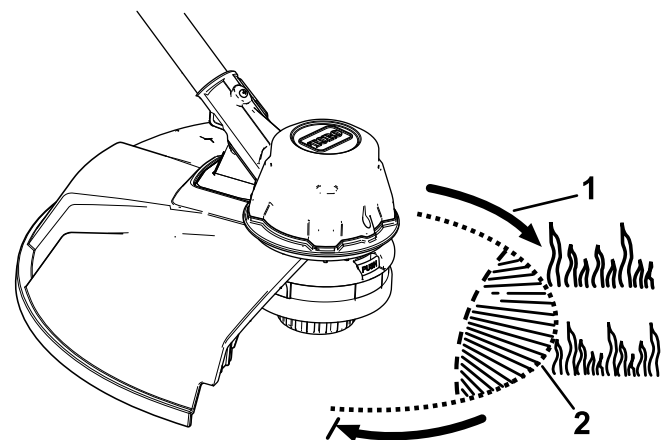

Figur 12
Trimmern fabriksmonteras med ett skärsvep på 36,6 cm enligt beskrivningen i A i **Figur 12**. Se följande anvisningar för att justera svepet till 40,6 cm enligt beskrivningen i D i **Figur 12**.
1. Ta bort svepkniven från skyddets undersida genom att ta bort de två skruvarna som håller den på plats med hjälp av den medföljande insexnyckeln (B i **Figur 12**) och vrid svepkniven ett halvt varv.
2. När svepkniven har vridits ska du montera den på skyddet med de två skruvarna som du tog bort tidigare (C i **Figur 12**).